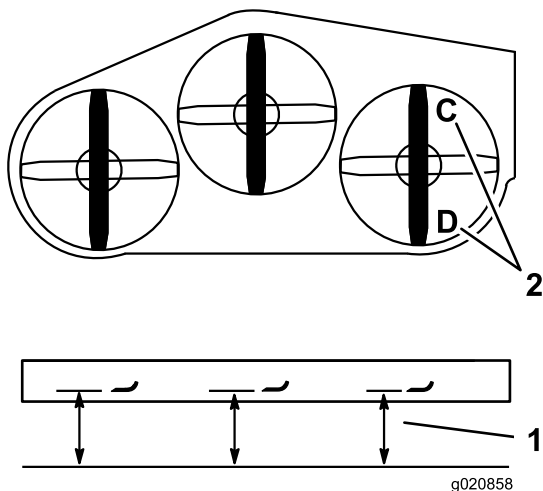

図 84
1. 右側のブレードを前後方向に向ける **図 84**。
2. **C**位置で、平らな床面から右側のブレードの刃先までの高さを測り、測定値を記録する **図 84**。
3. **D**位置で、平らな床面から右側ブレードの刃先までの高さを測り、測定値を記録する **図 84**。
注 **C**位置での刈り込みブレードの高さが、**D**位置での高さよりも 6-10mm 低ければ適正である **図 84**。高さの差がこの範囲内には以下の手順で調整する。